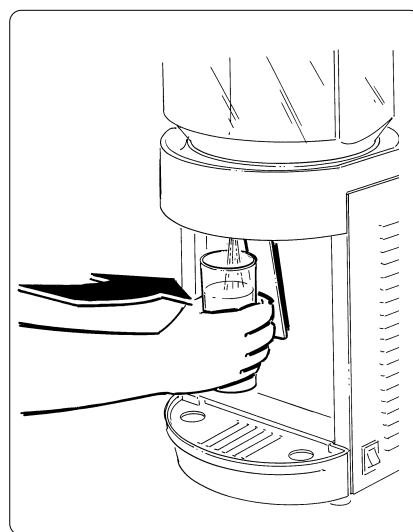

Fig. 2
- Per erogare il prodotto, collocare un bicchiere sotto il rubinetto e spingere la relativa leva verso l'interno (fig. 2).